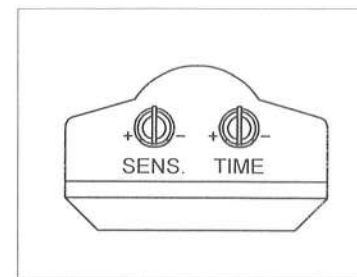

図4
- TIME(時間)のダイヤルはセンサーBOXの下面についています。(図4参照)
- SENS（センサー）のダイヤルはセンサーBOXの下面についています。(図4参照)